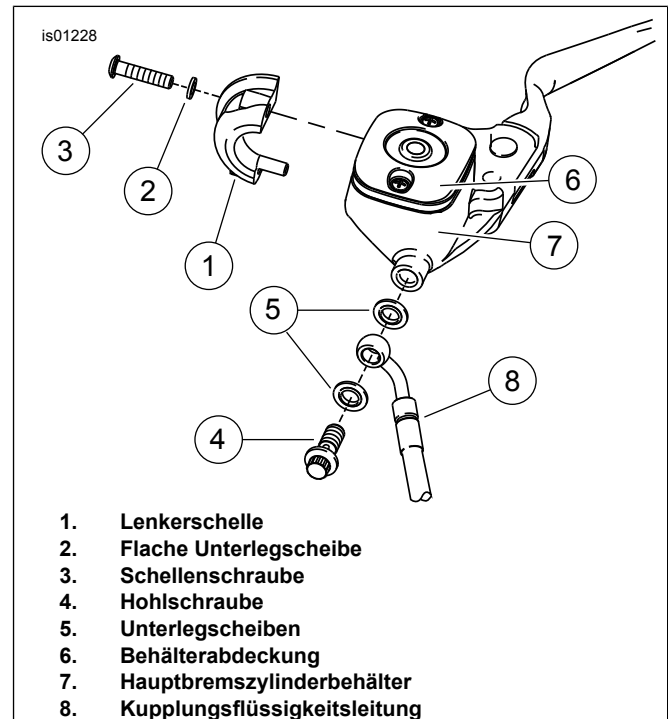

Abbildung 1. Baugruppe Kupplungsgeberzylinder/-behälter
- Siehe Abbildung 1. Eine Schale unter die Hohlschraube/Hydraulikleitung (4, 8) halten und die Hohlschraube abnehmen, damit Kupplungsflüssigkeit aus dem Behälter in die Schale abfließen kann. Nachdem der Behälter gut entleert wurde, die Hohlschraube und Hydraulikleitung ausbauen.